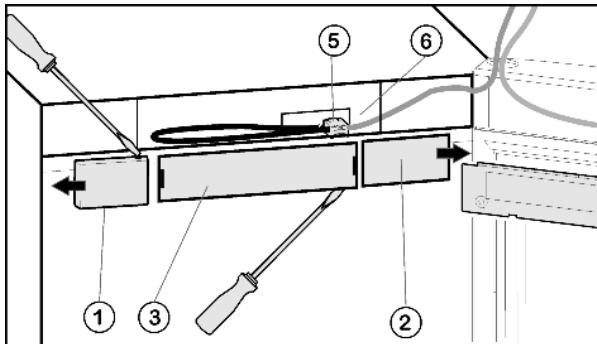

Fig. 4
- Снятие крышки со стороны ручки Fig. 4 (1): справа выведите из фиксатора при помощи плоской отвёртки и сдвиньте наружу.
- Снятие крышки со стороны шарнира Fig. 4 (2): слева выведите из фиксатора при помощи плоской отвёртки и сдвиньте наружу.
- Снимите переднюю накладку Fig. 4 (3) с помощью плоской отвертки.
- Снимите контакт и извлеките разъём Fig. 4 (5).
- Высвободите из направляющей серый кабель Fig. 4 (6).
- Снова установите разъем Fig. 4 (5).
- Снова установите крышку Fig. 4 (3).
- Установите крышку Fig. 4 (2) снаружи со стороны шарнира с поворотом на 180° и защелкните ее.
- Установите крышку Fig. 4 (1) снаружи со стороны шарнира с поворотом на 180° и защелкните ее.